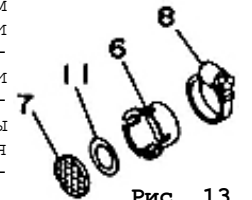

Рис. 13.
9.3.8. Демонтировать сетку искрогасителя поз. 7 (рис. 13) выпускного отверстия поз. 8 (рис. 1), ослабив хомут крепления поз. 8 (рис. 13). Удалить загрязнения механическим способом. Установить сетку на штатное место, затянуть хомут. При обнаружении повреждений сетку заменить оригинальной.